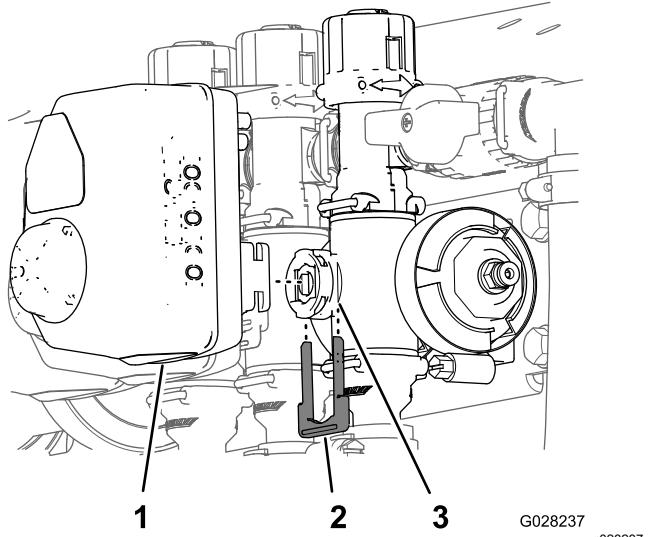

Bild 3
1. Entfernen Sie den Halter, mit dem der Aktuator am Verteilerventil für das Abschnittsventil oder das Rührwerkventil befestigt ist (Bild 3).